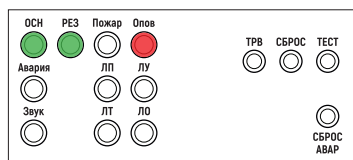

Рис. 39. Индикация на однозональном БРО при воспроизведении тревожного сообщения
- на однозональном блоке речевого оповещения оптические индикаторы «ПИТАНИЕ ОСН», «ПИТАНИЕ РЕЗ» и «ОПОВЕЩ» горят ровным свечением, индикаторы «АВАРИЯ» и «ПОЖАР» выключены (рис. 39);